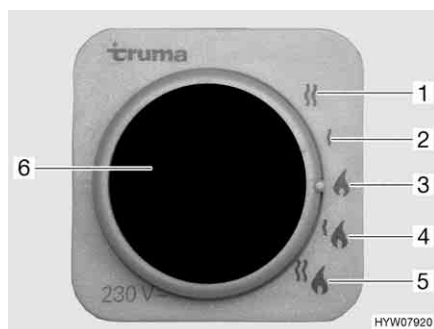

Fig. 97 Selettore di energia per riscaldamento/boiler
Il boiler è integrato nel riscaldamento e funziona a gas (funzionamento a gas) o a gas o a corrente (funzionamento a gas e funzionamento elettrico a 230 V). Il boiler si accende dalla centralina di controllo (Fig. 95) con l'interruttore girevole (Fig. 95,2). Sul selettore di energia (Fig. 97) viene preselezionato il tipo di energia (funzionamento a gas e elettrico a 230 V).
- Funzionamento a gas (Fig. 97,3)
- Funzionamento elettrico a 230 V con gradi di potenza da 900 W (Fig. 97,2) oppure 1800 W (Fig. 97,1)
- Funzionamento a gas e funzionamento elettrico a 230 V (funzionamento misto) con gradi di potenza da 900 W (Fig. 97,4) oppure 1800 W (Fig. 97,5)
Se viene selezionato il funzionamento elettrico a 230 V, la spia gialla di controllo si accende (Fig. 97,6).